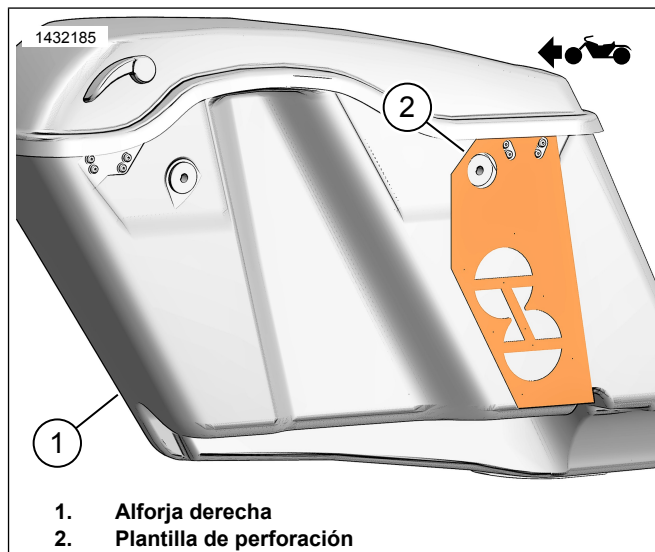

Figura 9. Plantilla de la alforja derecha
1. Figura 9 Coloque la plantilla (2) en la alforja derecha (1).